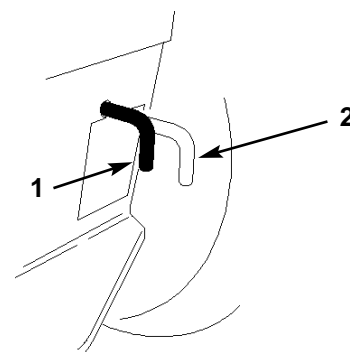

Fig. 14
2. Mettete il comando della modalità di guida in posizione "PUSH" (spingere). Il sistema della trazione si disinnesta e permette alle ruote di girare liberamente (Fig. 14).
1. Innestate il freno, e il comando della modalità di guida si sposta su "OPERATE" ed innesta la trasmissione; oppure mettete il comando della modalità di guida in posizione "OPERATE" (Fig. 14). **Nota:** La macchina non si sposta se il comando non è in posizione "OPERATE".